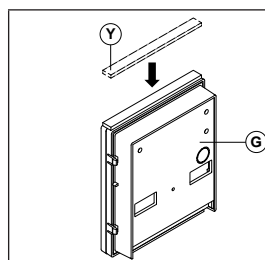

Fig. 10
Applicare la guarnizione adesiva (Y) come mostrato in **Fig. 10**.